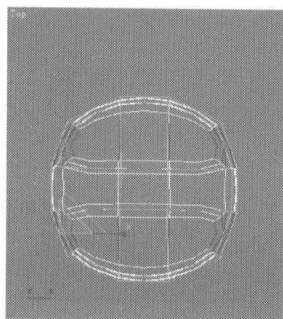
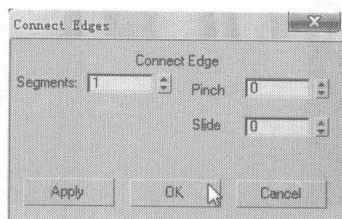
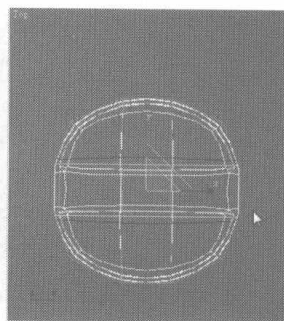

图 2.261
图 2.262
图 2.263
- 29** 选择如图 2.261 所示的曲线, 单击 **Connect**  右边的小按钮, 在弹出的对话框中设置参数, 如图 2.262 所示, 添加细分曲线, 并调整到如图 2.263 所示的位置。